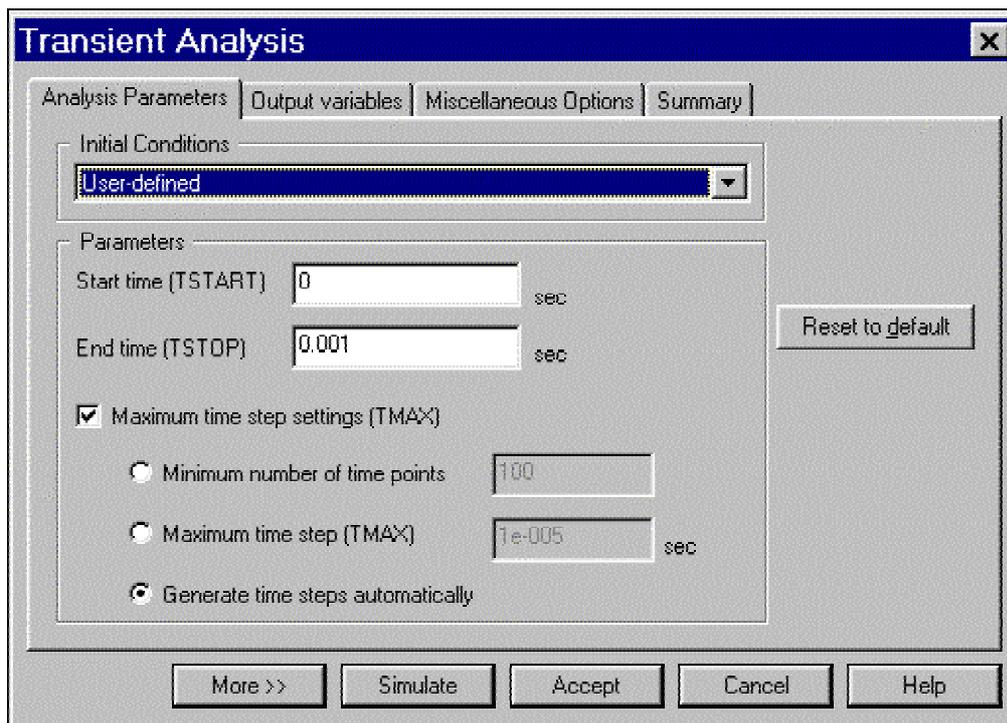

Fig. 18 Opciones del menú
- Una vez seleccionado este menú aparecerá una ventada como la de la Fig. 18. Los parámetros que se tienen que rellenar son: